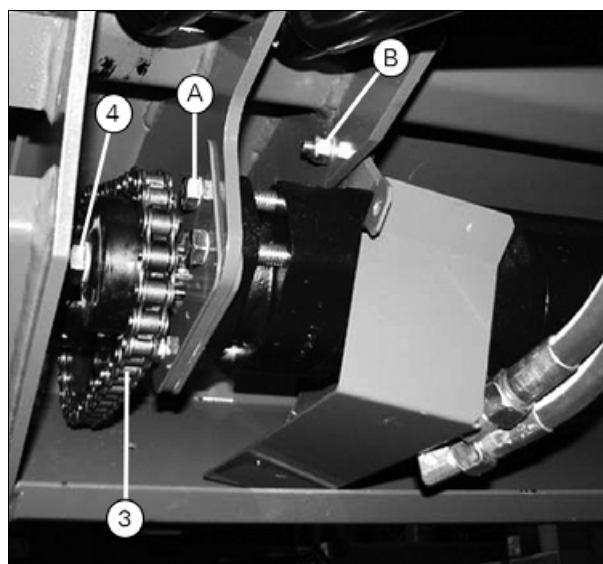

Рис. 2.
1. Снимите защитный кожух для обеспечения доступа к болтам (А) (рис. 2).